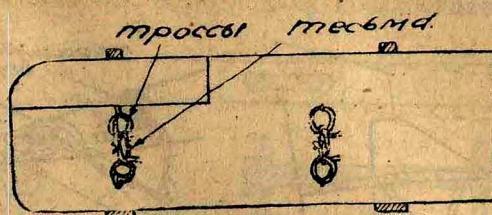

Рис. 241.
1. Отсоединяются тросы управления элеронами, снимаются несущие ленты, подставляется козелок под правую коробку, если снимается левая, чтобы самолет не перевернулся. После снятия несущих лент размещают людей у той коробки, которая снимается и отвертываются поддерживающие ленты. Затем вынимаются болты, крепящие плоскости к фюзеляжу и центроплану, и снимается целая коробка (если коробка многостоечная, то несущие и поддерживающие ленты можно снимать только первого проleta, считая от фюзеляжа). Отсоединив коробку и положив ее на землю, в стороне от разбираемого самолета, снимают вторую коробку. Снятие второй коробки производится точно таким же образом, как и первой. После снятия коробок приступают к их разборке. Разборка производится следующим порядком: отсоединяются все ленты и тросы от верхней плоскости и остаются на нижней. Вынимаются стойки, и разборка коробок будет окончена. Нужно заметить, что при разборке необходимо все стойки разметить, к какому пролету и к какой коробке они относятся, а тросы, оставшиеся на нижней плоскости, сворачиваются в круглый бухточки и смазываются вазелином (рис. 241). Если на самолете стояли ленты, то они при разборке снимаются и складываются так, чтобы их после не перепутали, нарезанные концы лент